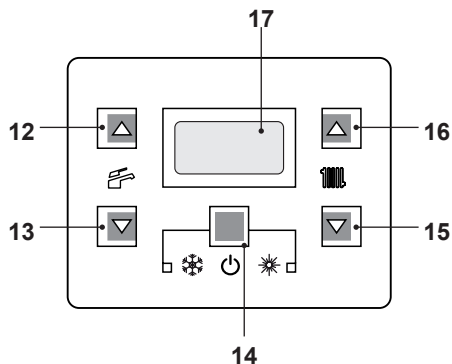
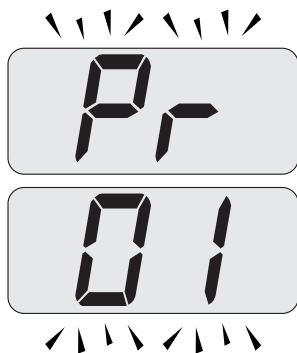
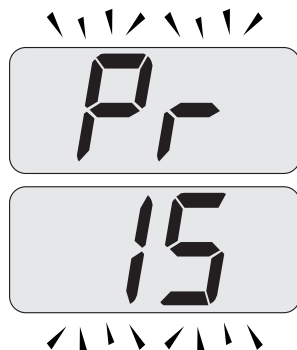

Figura 5.30
Figura 5.31
Figura 5.32
- Entrare in "modalità programmazione" premendo contemporaneamente per 10 secondi i tasti 14 - 15 - 16 (Figura 5.30) fino a far apparire sul display LCD le lettere **Pr** che si alternano con il codice **01**, indicanti l'entrata nel "parametro 01" (Figura 5.31).
- Scorrere i vari parametri utilizzando i tasti 15 o 16 fino a far apparire sul display LCD le lettere **Pr** che si alternano con il codice **15**, indicanti l'entrata nel "parametro 15" (Figura 5.32).
- Premere contemporaneamente i tasti 14 e 16 (Figura 5.30) fino a far apparire sul display LCD il valore del parametro 15 (Figura 5.33).
- Premendo il tasto 14 (Figura 5.30) si ottiene la conferma del valore inserito.
- Premendo contemporaneamente i tasti 14 e 15 (Figura 5.30) si esce senza modificare il valore (ritorno alla lista parametri Figura 5.32)
- Premendo contemporaneamente per 10 secondi i tasti 14 - 15 - 16 (Figura 5.30) si esce dalla "modalità programmazione".
Comunque se la temperatura ambiente non dovesse essere confortevole si può aumentare o diminuire la temperatura di mandata dell'impianto riscaldamento di $\pm 15^\circ\text{C}$ agendo sui tasti 15 (diminuzione) e 16 (aumento) (Figura 5.30).